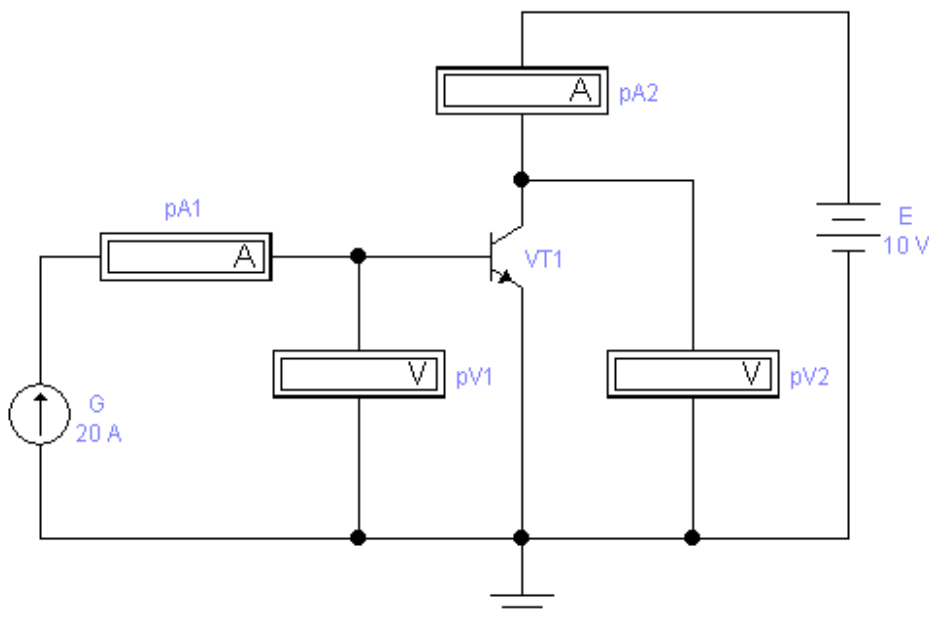

Рисунок 5.3 - Схема для зняття вольт-амперних характеристик біполярного транзистора
2. Набрати схему для зняття вольт-амперних характеристик транзистора (рисунок 5.3).